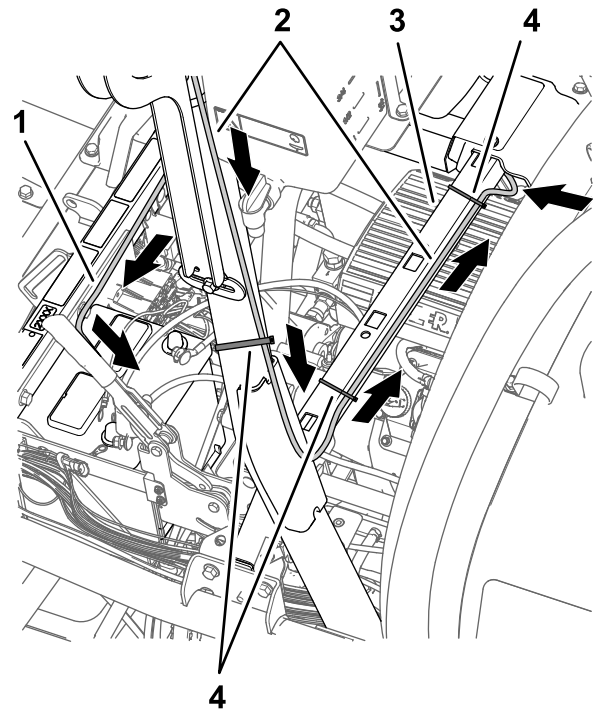

Bild 201
1. Verlegen Sie den Datenkabelbaum und den Batteriekabelbaum an der Rückseite des linken, vertikalen Überrollbügels nach unten zur Querstrebe für die Sitzstütze (Bild 201).
5. Verlegen Sie den Datenkabelbaum und den Batteriekabelbaum über die Querstrebe für die Sitzstütze und befestigen Sie den 390-cm-Datenkabelbaumzweig mit zwei Kabelbindern an der Querstrebe (Bild 201 und Bild 203).